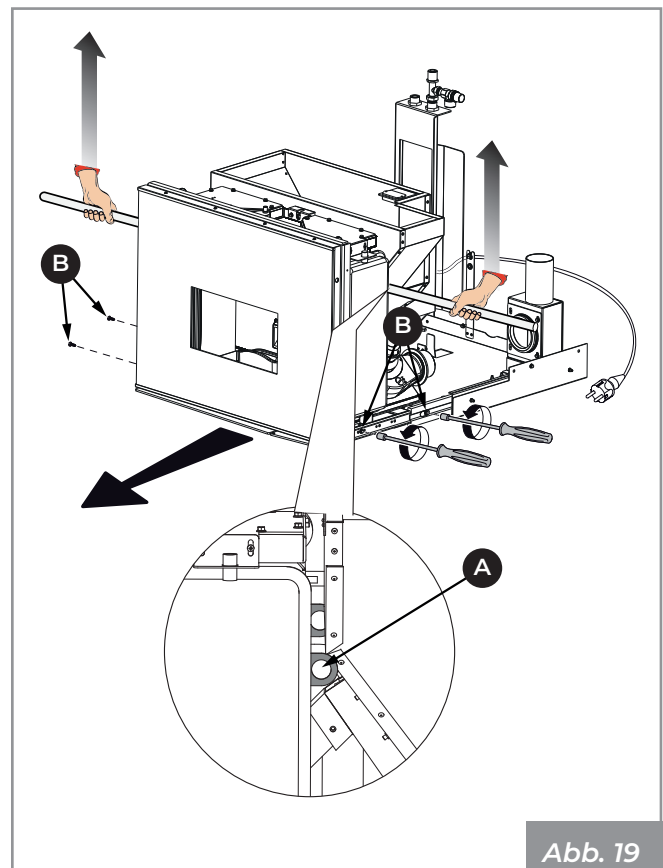

Abb. 19
- Den Ofen mit Hilfe einer Metallstange (1/2"-Länge 2 Meter) abstützen, die in die entsprechenden Schlaufen (A), die sich hinter dem Kessel befinden, eingeführt wird (**Abb. 19**);
- Die 4 Schrauben (B), die den Ofen an den Gleitführungen blockieren, abschrauben und ihn von diesen trennen (**Abb. 19**);